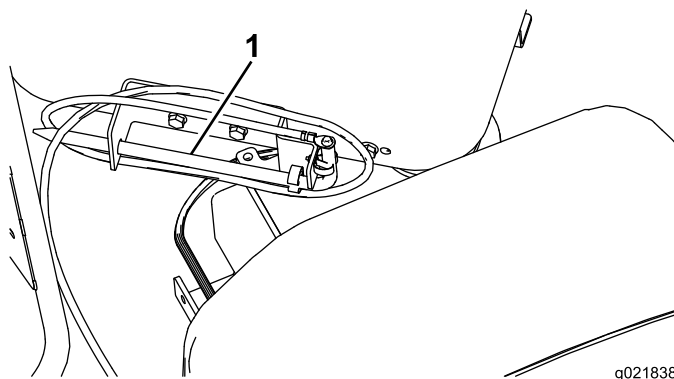

Рисунок 85
1. Удалите стойку заземления с держателя на стороне платформы оператора (Рисунок 85).
2. Переведите буровую каретку полностью вниз в буровую раму и произведите распыление состава для резьбовых соединений на резьбовую поверхность шпинделя, затем верните буровую каретку в верхнюю часть рамы (Рисунок 85).